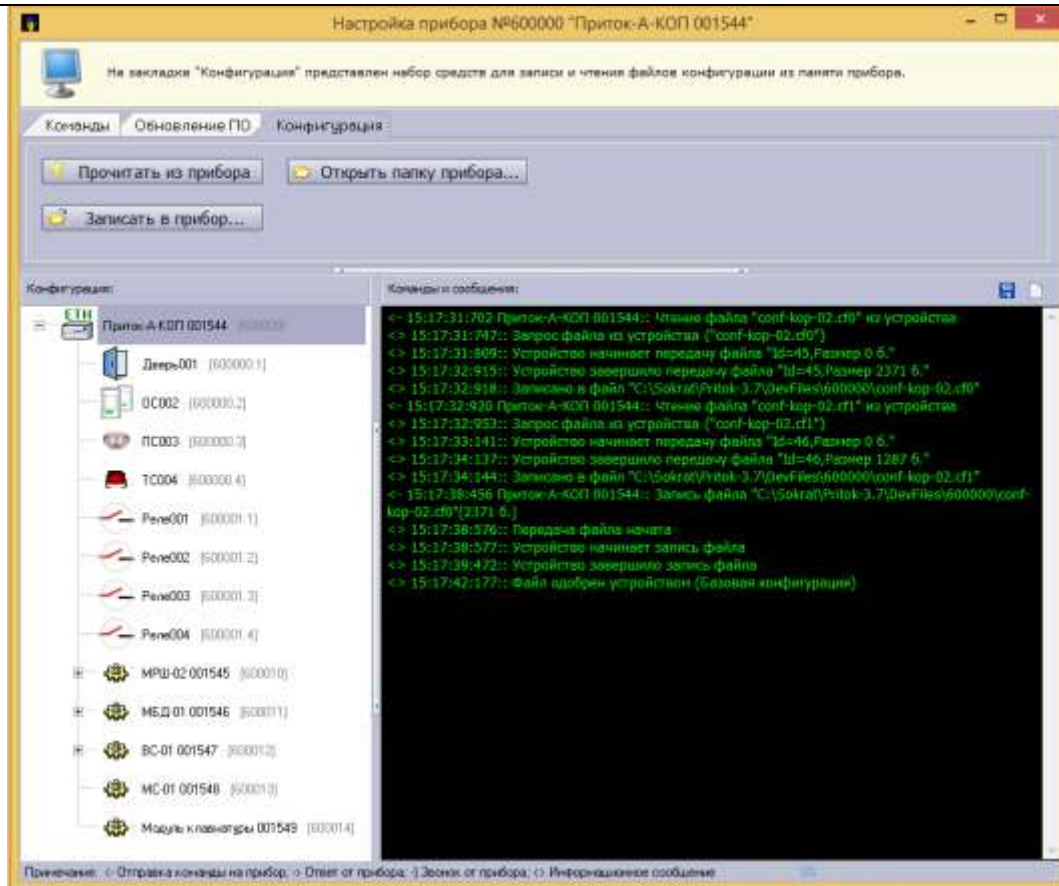

Рисунок 16 - Изменение настроек контроллера по каналу связи
- 1) Считать текущие настройки контроллера во вкладке «Конфигурация» (см. рисунок 16):
- открыть считанный файл с настройками программой «Конфигуратор параметров приборов серии Приток-А» версии не ниже 3.0.2 (39);
- 3) Записать измененный файл с настройками в контроллере во вкладке «Конфигурация» окна «Настройки прибора» (см. рисунок 16):